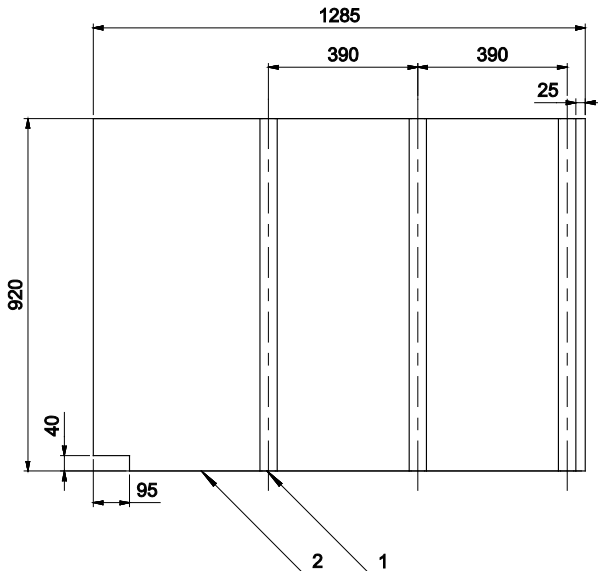

Abbildung 19. Maße für die Seitenschalung.
- 4.2 Schneiden Sie zwölf 70x45 Kanthölzer auf eine Länge von 920 mm und vier Stück 18 mm-Schalungssperrholz gemäß EN 636-3 in die Form 1285x920 mm und schneiden Sie in eine Ecke eine Aussparung wie in Abbildung 19. Fertigen Sie vier ähnliche Seitenbretter gemäß dieser Anweisungen und bringen Sie die Kanthölzer dann mit Holzschrauben wie in Abbildung 19 gezeigt an den Schalbrettern an.